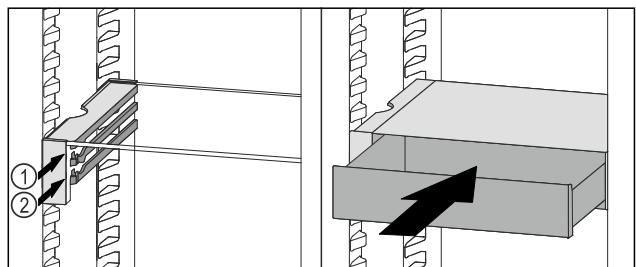

Fig. 85
- ▶ VarioSafe-Schubfach hinter den Stopperrn auf gewünschter Rippe Fig. 85 (1) oder Fig. 85 (2) aufsetzen.